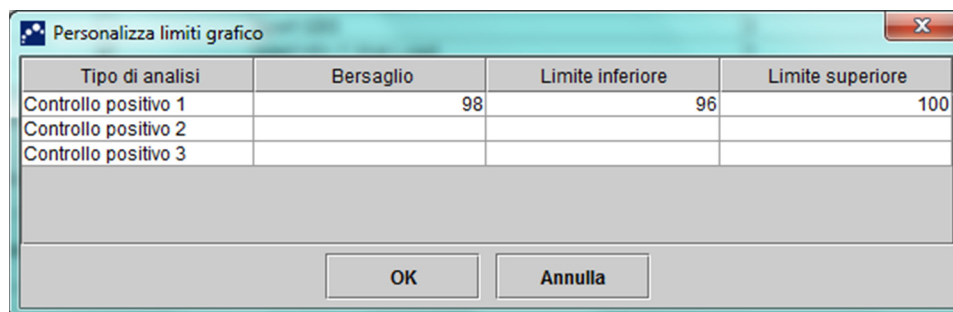

Figura 6-5. Finestra di dialogo Personalizza limiti grafico
- Pulsante **Personalizza limiti grafico:** selezionare i limiti da utilizzare per rappresentare i dati graficamente. Premere il pulsante **Personalizza limiti grafico**. Viene visualizzata la finestra di dialogo Personalizza limiti grafico. Vedere la Figura 6-5.